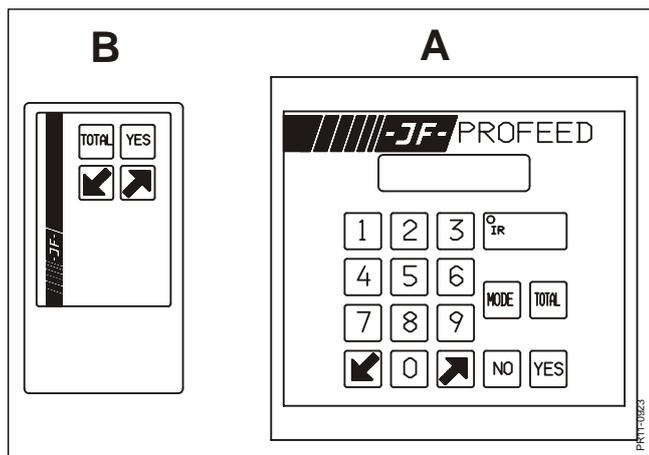

Fig. 7.1
Fig. 7.1 Le PROFEED est une unité électronique (A) qui peut être ajoutée au système de pesée existant sur votre Feeder JF-STOLL, sauf si celle-ci a été livrée avec un PROFEED en équipement standard. Un boîtier de contrôle à distance à 4 canaux (B) est livré en standard. Il assure à l'utilisateur un contrôle total du système pendant la distribution.